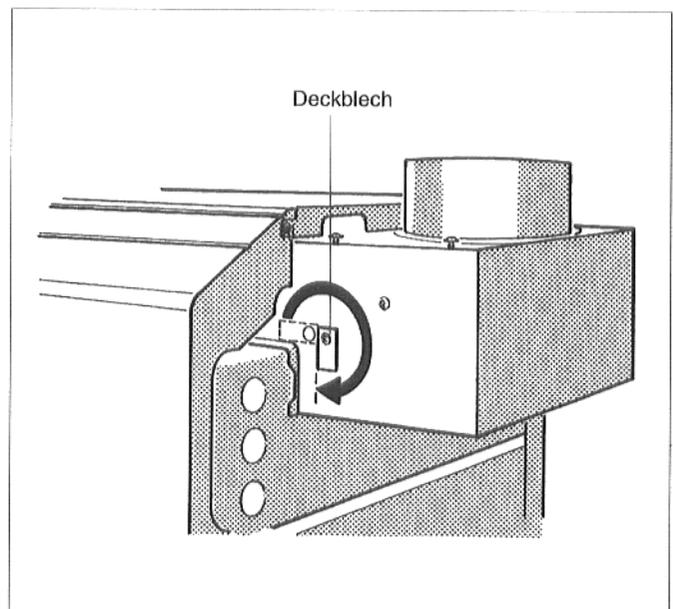

Abb. 2
2. Deckbleche rechts und links an der Strömungssicherung mit einem Schraubendreher abschwenken, so daß die Bohrungen frei werden (Abb. 2).